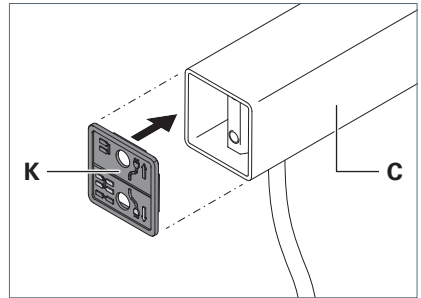

Fig. 3: Unterlegplatte aufstecken.
2. Drehen Sie die Unterlegplatte **K** in die korrekte Einbaulage und stecken Sie sie auf das Standrohr **C**, siehe Fig. 3.